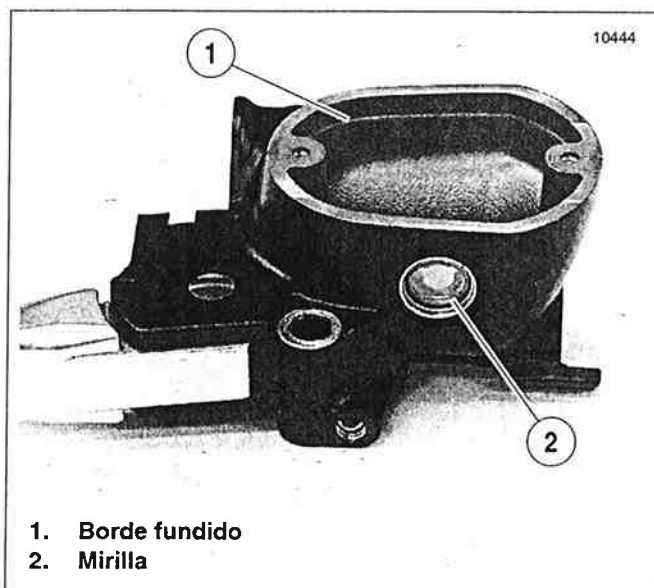

Figura 1-26. Llenado del depósito de la bomba de frenos delantero
14. Vea la Figura 1-26. Verifique el nivel del líquido de frenos en la bomba de frenos. Agregue suficiente LÍQUIDO DE FRENOS HIDRÁULICOS CON SILICONA D.O.T. 5 Harley-Davidson (pieza Nº 99902-77) al depósito para aumentar el nivel del líquido al borde fundido en el interior del depósito, aproximadamente 6 mm (1/4 pulg.) abajo del borde superior.